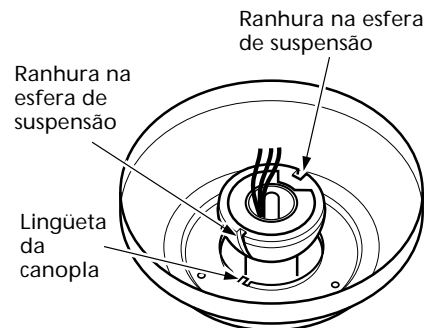

Figura 6b - Lingüetas da canopla e ranhuras na esfera de suspensão
3. **Para montagem standard e em ângulo somente:** Além dos sub-passos 1 e 2, suspenda a carcaça do ventilador em direção ao teto e gire o ventilador até que cada lingüeta da canopla se encaixe em uma ranhura na esfera de suspensão conforme mostrado na Figura 6b.